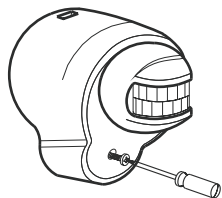

Рис. 11
1. Ослабьте винты на передней части корпуса с помощью отвертки (см. рис. 11). Винт не упадет вниз, а останется в передней части корпуса в отверстии для винта.